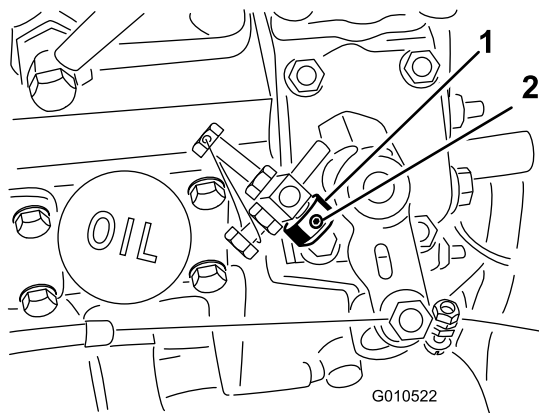

图 7
1. 拧松油门限位器上的固定螺丝 (图 7)。
2. 将油门限位器滑动至高怠速止动螺丝 (图 7)。确保油门限位器的倒角端向外。